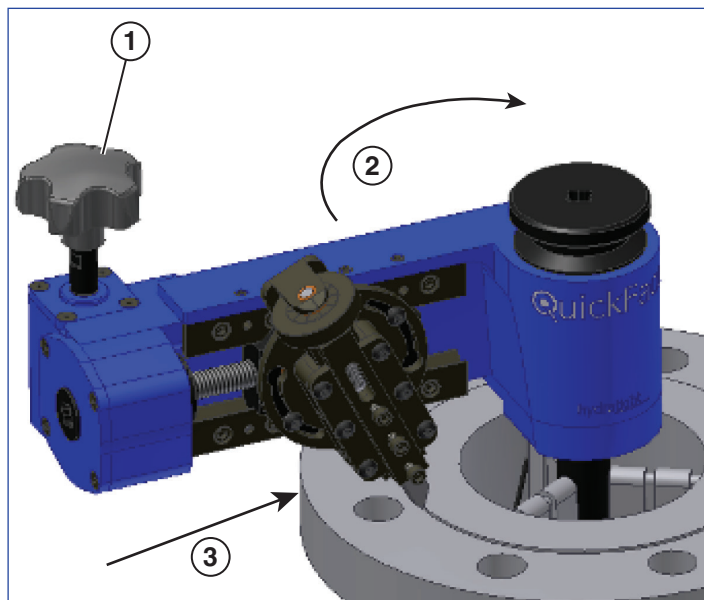

Рисунок 14
7. Надежно захватите рукой подающую рукоятку. Твердо удерживая рукоятку, проведите устройство QuickFace по обрабатываемой детали в направлении часовой стрелки (см. рисунок 14). На пути движения резца не должно быть свободно свисающей одежды и других препятствий; рабочие параметры устройства QuickFace должны находиться в установленных пределах. Если резание требует приложения усилия, превышающего желательное, несколько приподнимите резец с помощью рукоятки регулировки глубины. В ТОМ СЛУЧАЕ, КОГДА БЕСПРЕПЯТСТВЕННЫЙ ПРОХОД УСТРОЙСТВА ПО ОБРАБАТЫВАЕМОЙ ПОВЕРХНОСТИ ЗАТРУДНЕН, ПРЕКРАТИТЕ РАБОТУ И ЗАНОВО ОТРЕГУЛИРУЙТЕ ГЛУБИНУ РЕЗАНИЯ.